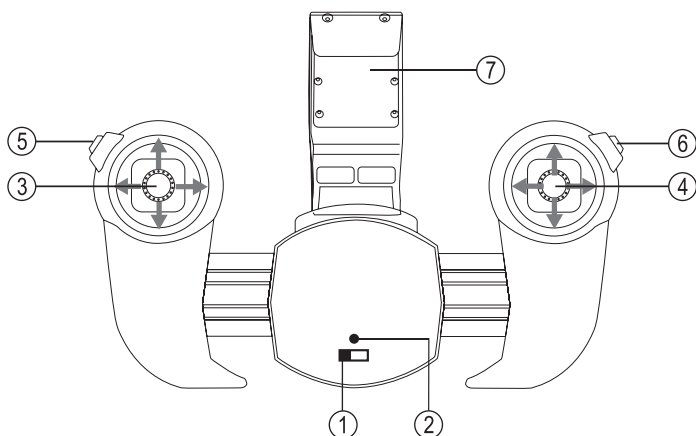

Figura 3
→ La figura 3 mostra il supporto per smartphone già installato. Qui i due elementi di controllo del trasmettitore sono stati spinti verso l'esterno. Ciò è necessario solo se si desidera inserire uno smartphone nel relativo supporto.
Quando il trasmettitore è in funzione, lo stato delle batterie viene controllato costantemente. Se il livello di tensione delle batterie scende sotto un certo valore, il trasmettitore avverte con un segnale acustico emesso a intervalli e il lampeggio permanente del LED (figura 3, pos. 2). In questo caso, si dovrebbe interrompere immediatamente il volo e sostituire le batterie del trasmettitore.
Se si desidera comandare il quadricottero in modalità 1, prima della messa in funzione del modello, sul trasmettitore premere l'interruttore sinistro in alto (figura 3, pos. 5) e tenendolo premuto accendere prima il trasmettitore. L'impostazione della modalità 1 ritorna alla modalità 2 dopo lo spegnimento del trasmettitore.
Spingere in avanti la leva dell'acceleratore (figura 3, pos. 3) per aumentare la velocità del motore e far salire il quadricottero. Tirare la leva dell'acceleratore all'indietro per far scendere il quadricottero. Se si lascia la leva dell'acceleratore in posizione centrale, il quadricottero cerca di mantenere l'altitudine attraverso i sensori integrati.